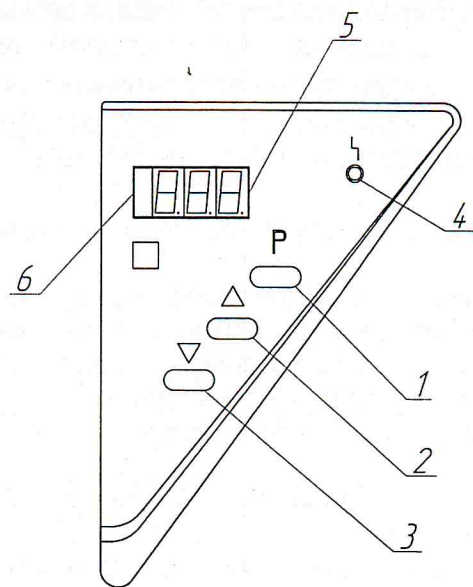
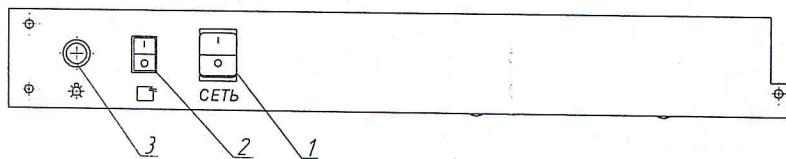

Рисунок 2. Расположение органов управления термостатом на блоке управления.
Рисунок 3. Расположение органов управления термостатом на силовой панели.
Блок управления (рис.2) предназначен для автоматического управления процессом термостатирования в термостате.
Нажать на клавишу "СЕТЬ" (поз.1 рис.3) при этом на дисплее панели управления (поз.5 рис. 2) высвечивается температура внутри камеры термостата.
Для просмотра значения установленной температуры нажмите кнопку "P" (поз.1 рис.2), при этом блок управления перейдет в режим индикации установленной пользователем температуры.
Корректировка требуемой температуры осуществляется следующим образом: нажатием на кнопку "P" переводим блок управления в режим индикации установленной пользователем температуры. Для корректировки этой температуры использовать кнопки "Δ" – увеличение и "∇" – уменьшение (поз.2,поз.3 рис.2) соответственно. Для сохранения откорректированной температуры нажмите на кнопку "P".
При необходимости можно включить освещение камеры (кнопка поз.3 рис.3), включить/выключить вентилятор кнопкой (поз.2 рис.3). При выключенном вентиляторе (положение "O"), необходимо учитывать, что точность поддержания температуры ухудшается.
Индикатор (поз.6 рис.2) сигнализирует о включении нагревателя.
2.3.2 Нажать на клавишу "Сеть" (поз.1 рис.3), при этом на дисплее высветится текущая температура внутри камеры.
2.3.4 По окончании работы термостат выключить нажатием на клавишу "СЕТЬ" (поз.1, рис.3).